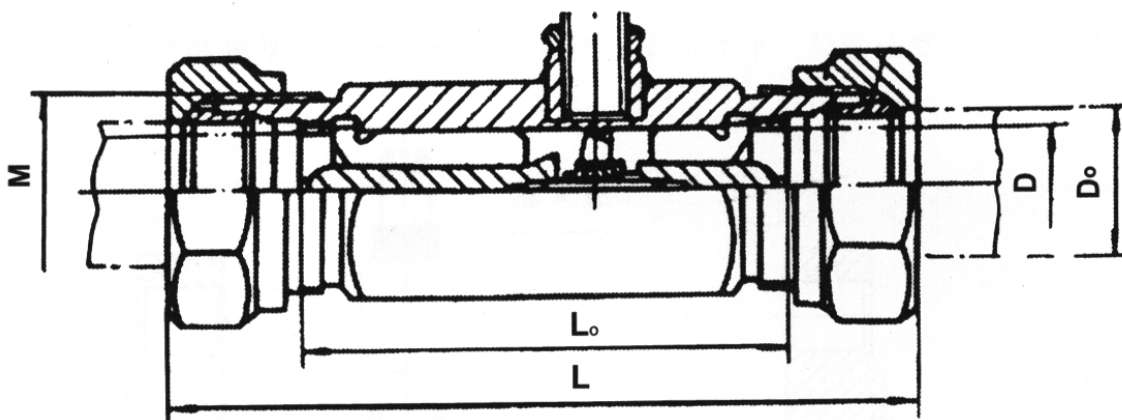

图 3 DN6~25(公称压力 PN16、25MPa)外形
2、公称通径 DN6~25 (公称压力 PN16、25Mpa 见图 3, 表 4)